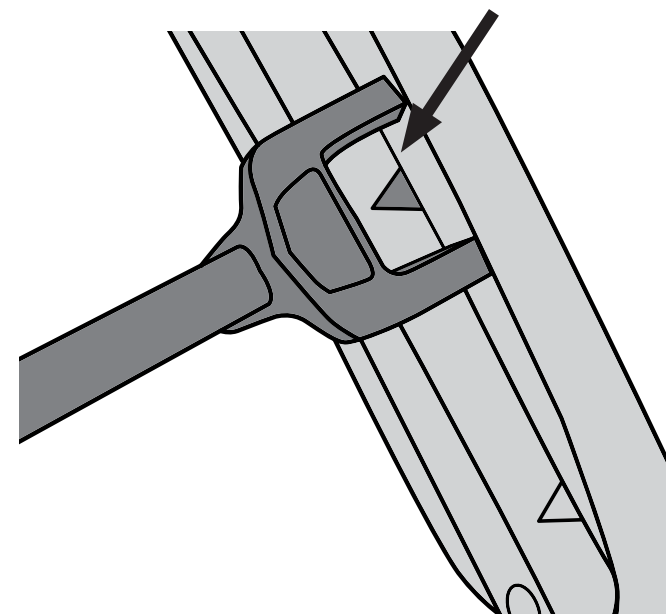

Abbildung 24
2. Richten Sie beim Einrasten die Markierungen am Sitz mit einer der 3 Verstellpositionen am Rahmen aus (Abbildung 24).